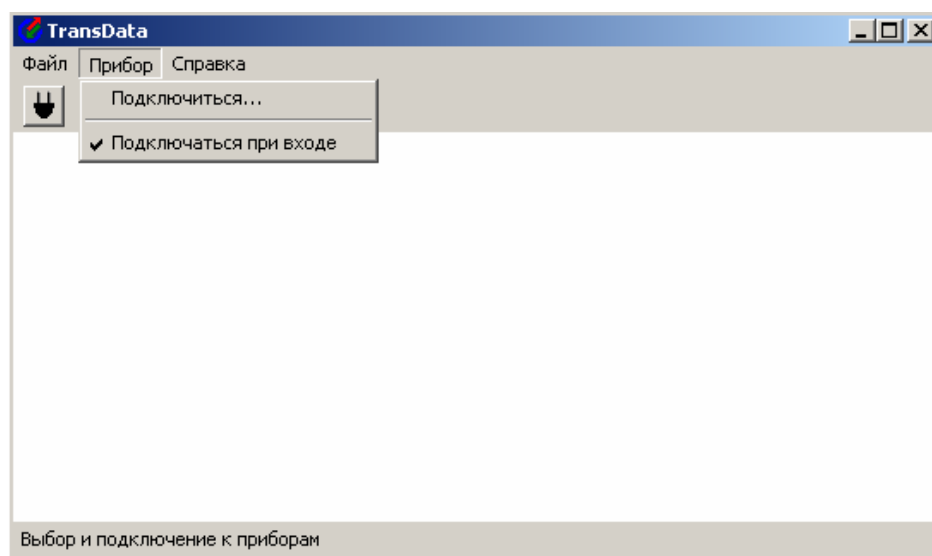

Рисунок 9
- Подключаться при входе – данный пункт позволяет пользователю подключаться регистратор при запуске программы с текущими установками подключения, при его активизации появляется значок «V», (рисунок 9) повторный выбор данного пункта снимает его, и при следующих запусках программы, автоматическое подключение к регистратору производиться не будет.
5.5.2.7 При активизации пункта «Подключиться» и кнопки (2)  открывается окно, как показано на рисунке 10. Кнопка (2)  вынесена для удобства пользователя и ее описание такое же, как и пункта «Подключиться».